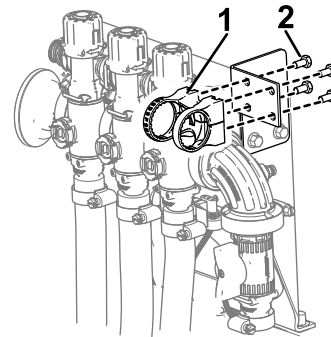

Bild 20
5. Montieren Sie die Regelventilbaugruppe mit vier Schrauben (M6) an der Regelventilhalterung, wie in **Bild 20** dargestellt.